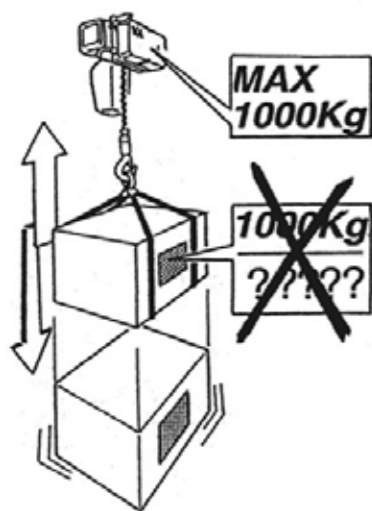

fig.50
- ▶ le cui caratteristiche funzionali possano provocare al paranco sollecitazioni dinamiche superiori a quelle ammissibili o sovraccarichi accidentali. (fig.50)